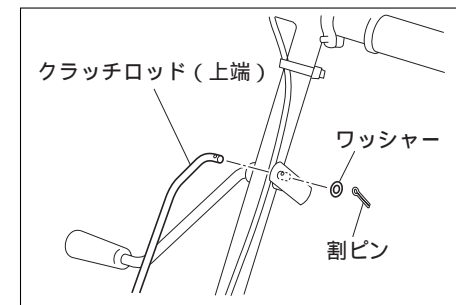

図8
2. クラッチロッド上端の曲がった部分をクラッチレバーに差し込み、付属の割ピン、ワッシャーで取り付けてください。(図8)